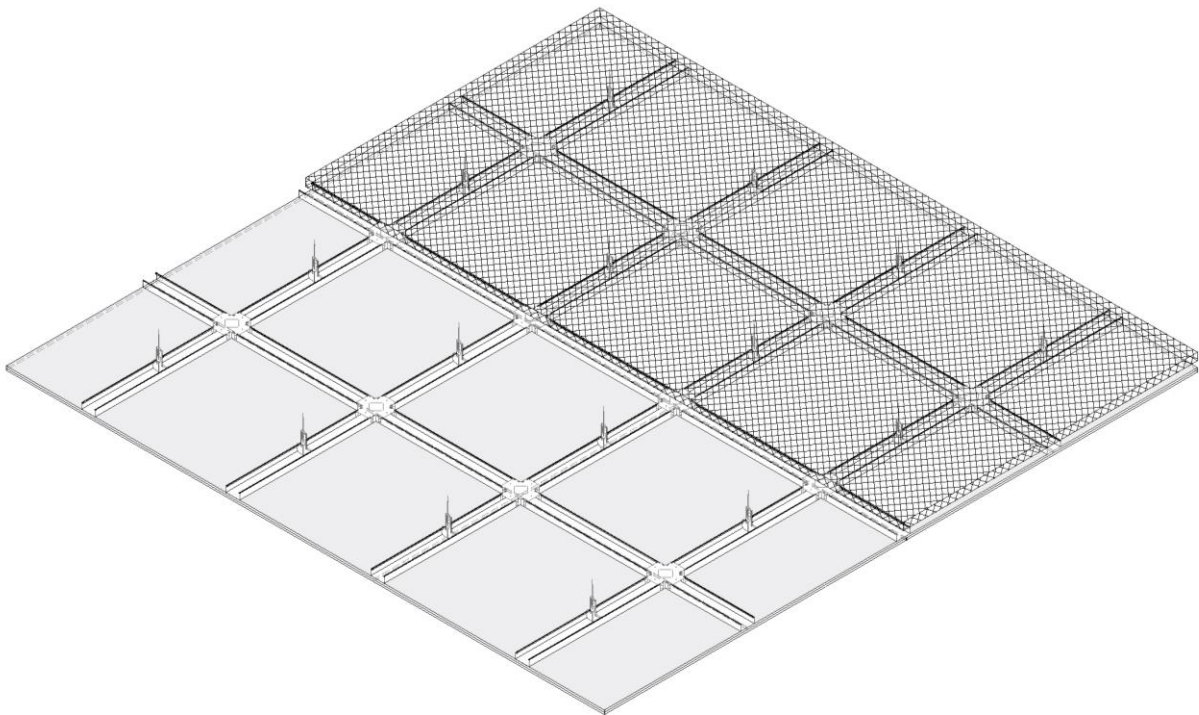

Рис. 15
10. Закрепить последующий участок плит Fireguard к каркасу (рис. 15)